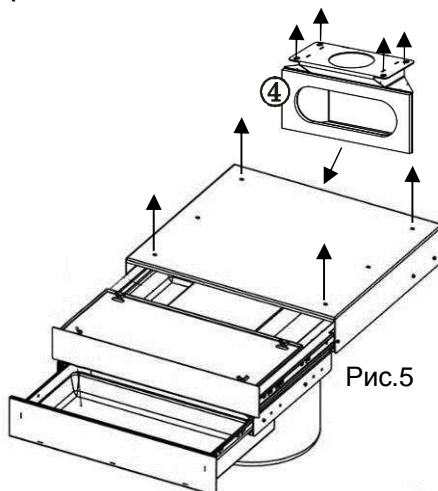

Рис.5
6.2.3 Установить **МФ** в направляющие рамы (1), ящик (2) в направляющие под модулем: удерживая на весу модуль фильтров с вытяжкой, завести правую и левую части направляющих в ответные. Убедиться, что модуль установлен полностью, его задняя стенка прижата к уплотнению на адаптере, рис.5. При необходимости положение адаптера отрегулировать.